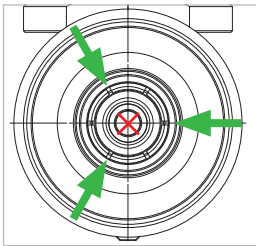

Abbildung 10
**Hinweis:** Achten Sie darauf, dass kein Reinigungsmittel in den Gaskanal (*Abbildung 10*) gelangt.
- ▶ Geben Sie je einen kurzen Sprühstoß mit dem Zielröhrchen zwischen jede zweite Spannzange (*Abbildung 10*).
**Achtung:** Der Schmierstoff darf nicht in den Gaskanal gelangen (*Abbildung 10*).